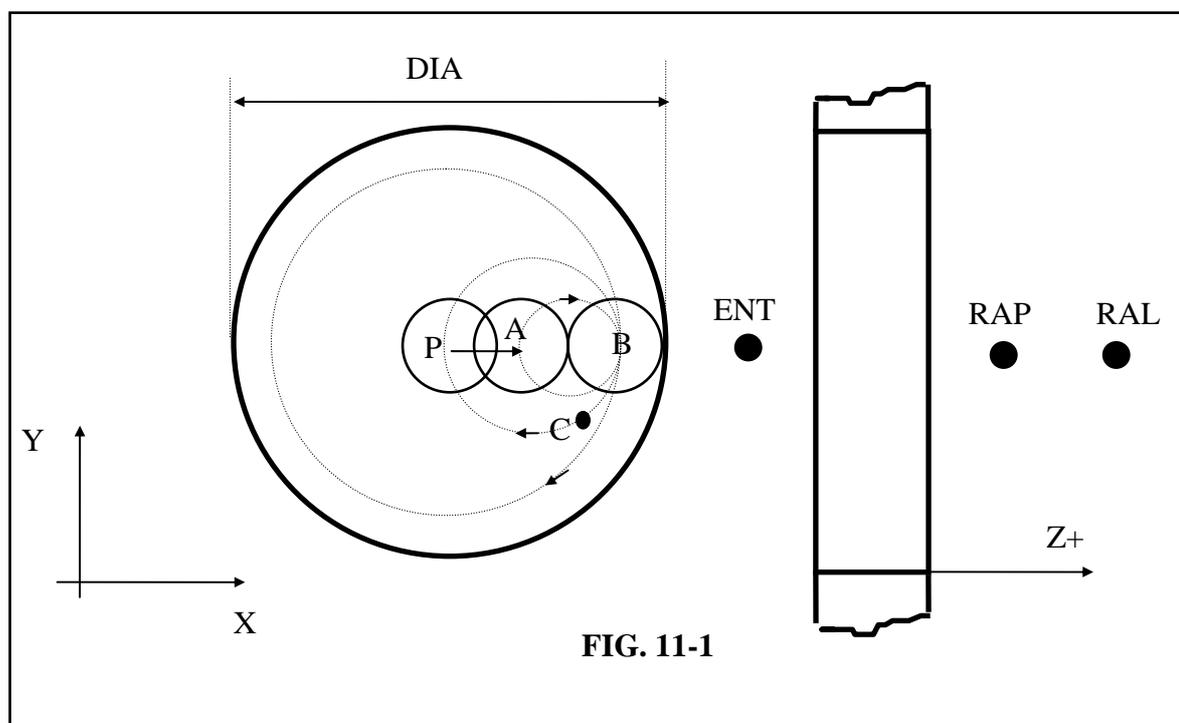

FIG. 11-1
Si consideri la FIG. 11-1.
- Il movimento di accostamento radiale della **FASE 4** (tratto **P-A** in **FIG. 11-1**) avviene sempre nella direzione positiva dell'asse la cui sigla è scritta per prima nell'istruzione **G16xxx**; quindi programmando, ad esempio: **G16XY...** (uguale a **G17**) l'accostamento verrà effettuato lungo l'asse **X+**; programmando invece **G16YX..** l'accostamento verrà effettuato lungo l'asse **Y+**.